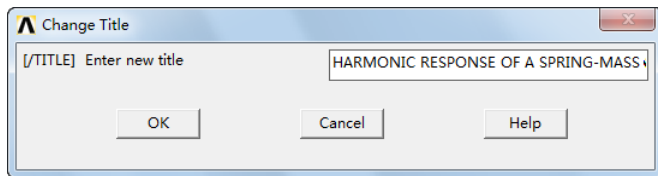

图 14-10 定义工作标题
①定义工作标题：Utility Menu > File > Change Title，弹出“Change Title”对话框，输入“HARMONIC RESPONSE OF A SPRING-MASS SYSTEM”，如图 14-10 所示，然后单击“OK”按钮。